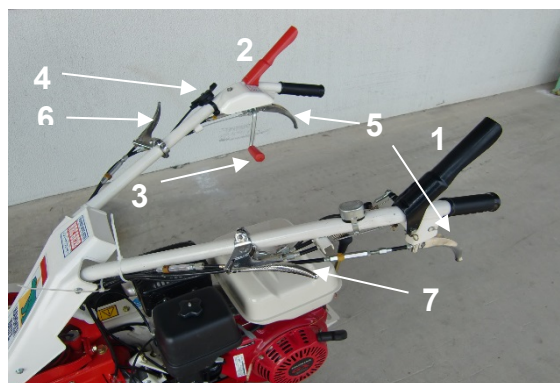

Figure 1
Pour faire avancer la machine, appuyez sur la poignée d'avancement (1, Figure 1). Dès que vous relâchez la poignée, la machine s'arrête et le frein de stationnement s'enclenche automatiquement.
Il est utilisé pour le débroussaillage. Appuyez sur la poignée de dessus (2, Figure 1) et tirez la manette (3, figure 1) pour actionner la rotation des lames. Dès que vous relâchez la poignée, la manette revient à sa position initiale et le rotor s'arrête.
Le levier d'accélérateur (4, Figure 1) sert à modifier la vitesse de rotation du moteur.
Les poignées (Figure 1, repère 5) servent au conducteur lorsqu'il veut changer de direction. Appuyez sur la poignée de droite pour tourner à droite, appuyez sur la poignée de gauche pour tourner à gauche. Pour déplacer la machine avec le moteur arrêté, saisissez les deux poignées.
Serrez le levier (7, Figure 1) pour déplacer le guidon vers le haut ou vers le bas. Relâchez le levier et vérifiez que le guidon est bien verrouillé avant d'utiliser la machine.
Et serrez le levier (6, Figure 1) pour déplacer le guidon vers la gauche ou vers la droite. Relâchez le levier et vérifiez que le guidon est bien verrouillé avant d'utiliser la machine.
- Placez le levier d'accélérateur sur "LO" (4, Figure 1).